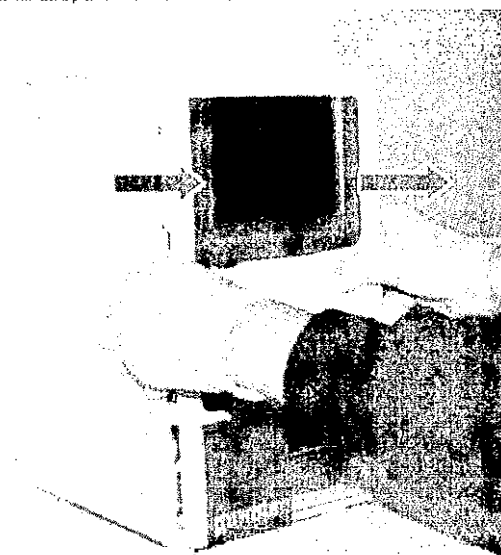

Рис. 111: Снятие передней панели прибора
3. Снять крышку принтера (рис. 111/1).
10. Снять переднюю панель прибора, вытянув ее вперед (рис. 111). Передняя панель прибора крепится к корпусу магнитами.